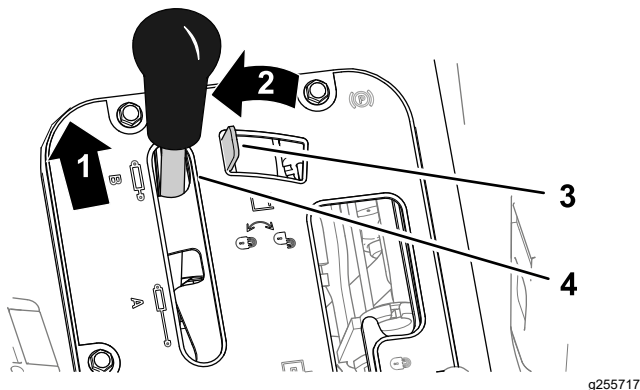
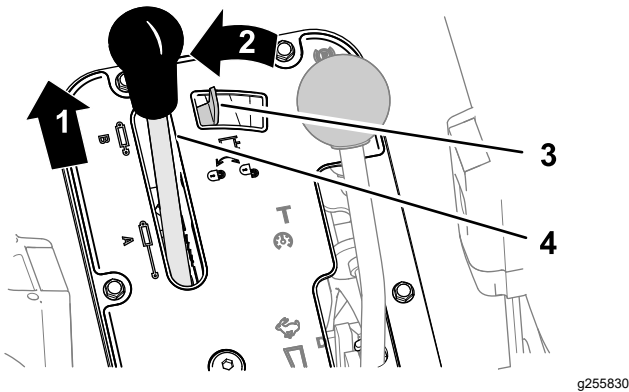

Bild 89
Bild 90
1. Drücken Sie den Hydraulikhubhebel nach vorne (Bild 89 oder Bild 90).
2. Schieben Sie die Hydraulikhubsperr nach links, um die Sperr zu aktivieren (Bild 89 oder Bild 90).